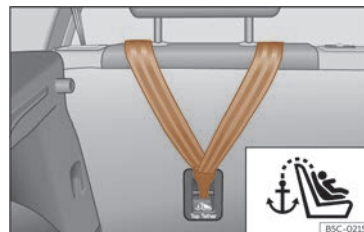
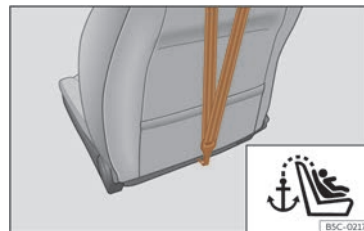

Fig. 57 Parte posterior dos asentos traseiros: ancoraxe de suxeición para o cinto Top Tether.
Fig. 58 Parte posterior do respaldo do asento do acompañante: fixación para o cinto Top Tether (non dispoñible en todos os mercados).
- Deslice a correa e fíxela correctamente coa áncora da parte traseira do respaldo >>> **fig. 57**, >>> **fig. 58**.